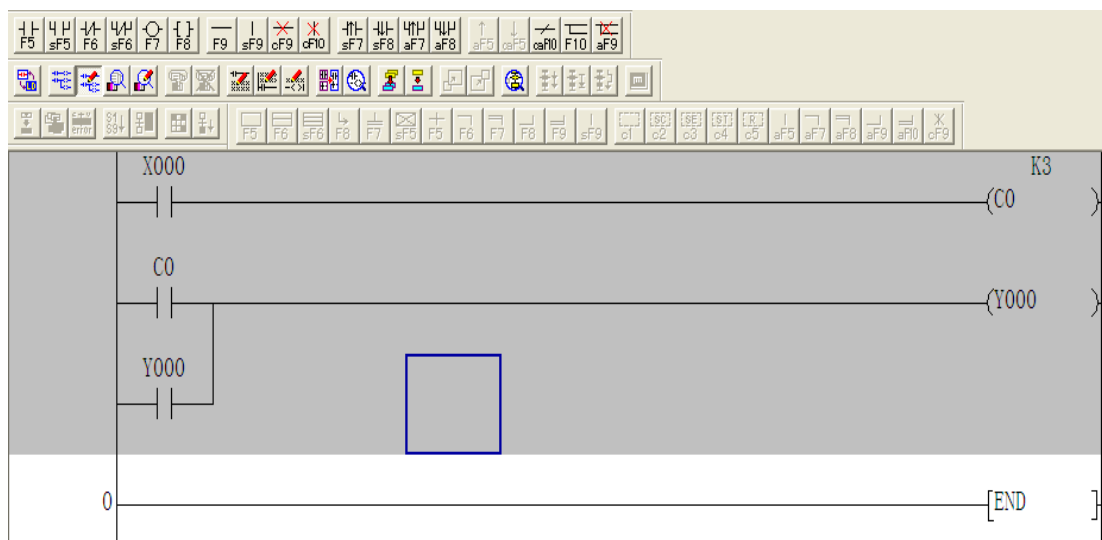

图 5-43 计数器电路编写
(3) 单击  符号在弹出对话框输入“C0” 点击确定，然后单击  符号在弹出对话框输入“Y000”，单击  符号在弹出对话框中输入“Y000”，单击  符号在弹出对话框中点击确定，如下图 5-43。
编写完毕转图 5-43 后用 PLC 学习机做实际测试